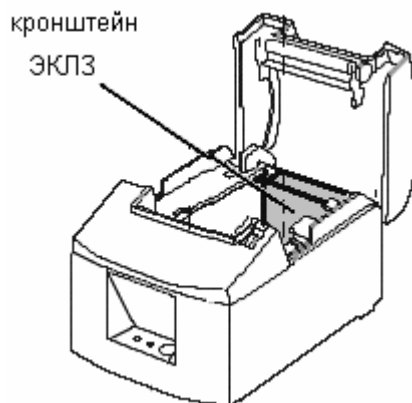

Рисунок 10.1 - Расположение ЭКЛЗ
10.1 ЭКЛЗ размещена в чековом отсеке под кронштейном (Рисунок 10.1).